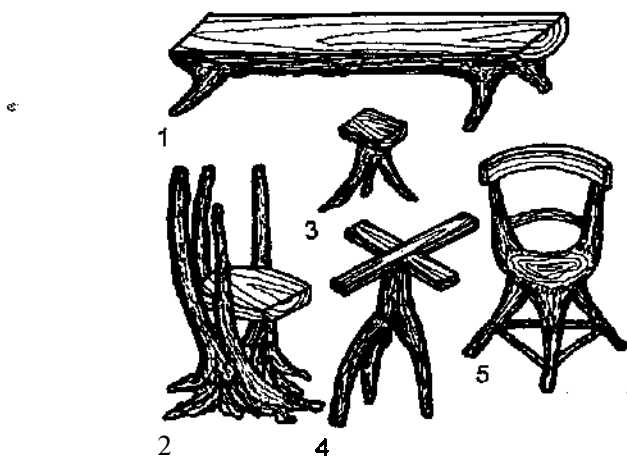

Рис. 215. Мебель с использованием особенностей роста деревьев
**Из древесных остатков.** Расщепленный пополам сучковатый ствол сосны или ели в руках умельца превращается в две скамейки, у которых смолистые сучки становятся крепкими и надежными ножками (рис. 215, 1).
Деревья и кустарник, стволы которых пучком отходят от корня, можно использовать для изготовления стульев и столов. Такое деревце выкапывают и обрубают стволы на нужной высоте. Корень обрубают так, чтобы его ответвления образовывали устойчивое основание. Затем со стволов и корня снимают кору и на определенной высоте от пола укрепляют доску-сиденье (рис. 215, 2) или столешницу-крышку стола.
Из небольших трехствольных развилок деревьев и отрезка тесины можно изготовить табурет (рис. 215, 3). А трех- или четырехствольные развилки большого размера могут послужить опорами даже для стола (рис. 215, 4). Трехногий стол или табурет в отличие от четырехногого устойчив на любой поверхности, будь то каменный или даже земляной пол. Из трехствольной развилки вербы автор сделал опору для табурета. Сиденье сделано из среза березы, периметр которого украшен желобками-порезками, оставленными полукруглым резцом. Садовая яблоня имеет кривые стволы и ветки. При выкорчевке старого сада автор заметил сильно изогнутую ветку, которую и использовал как опору к табурету.
Из развилок некоторых деревьев можно смастерить стулья, внешне похожие на фабричные. У них из развилок выполняется только основа, к которой прикрепляются обычные столярные изделия. Передняя массивная ножка такого стула плавно переходит в сиденье, а верхние рогульки образуют опоры для спинки (рис. 215, 5).